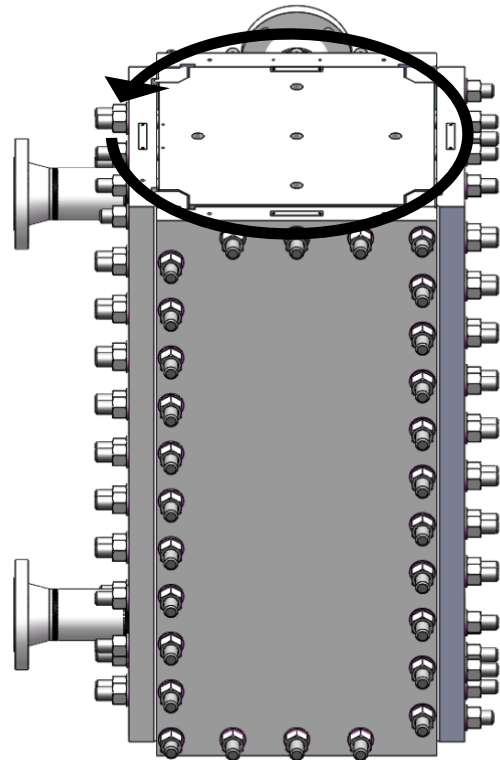

Figura 18
- Respete el sentido del ajuste previo indicado en la figura 18.